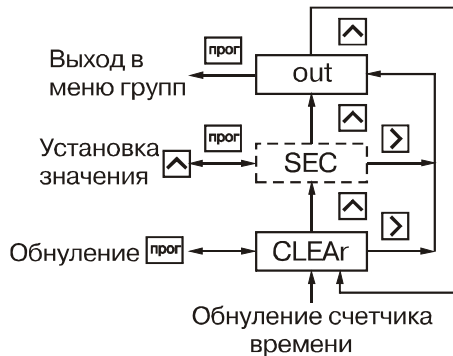

Рис. 29
6.1.12. Группа "t.rES" (рис. 29) предназначена для обнуления счетчика времени, например в случае использования прибора в качестве счетчика наработки.